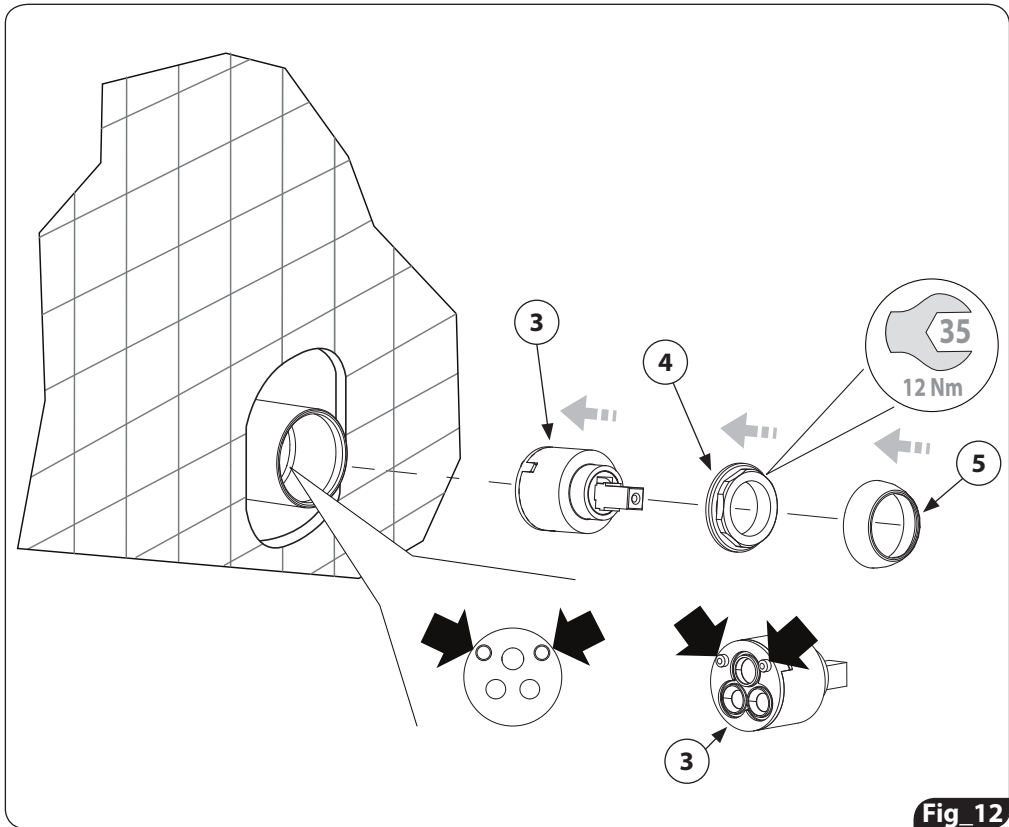
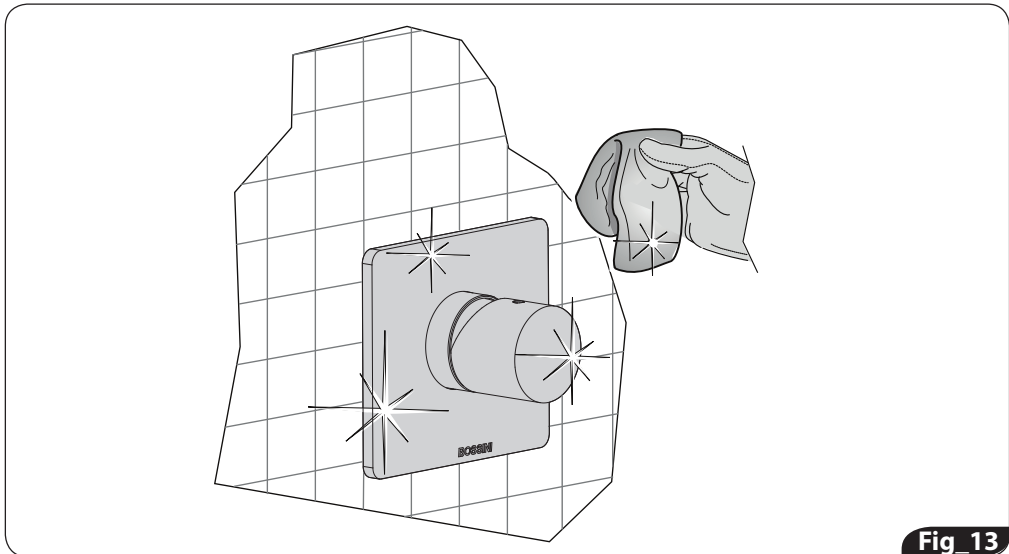

Fig. 12
Fig. 13
5. Inserire la nuova cartuccia miscelatore (3); prestando molta attenzione ai 2 pioli sporgenti dalla sua base; essi devono entrare nelle apposite sedi (Fig.12). Avvitare la ghiera (4) e serrare applicando una coppia di 12 Nm.
6. Avvitare la ghiera di copertura (5).
8. Posizionare la piastra di copertura (6).
9. Inserire la maniglia miscelatrice e di erogazione (7) tenendo il foro rivolto verso l'alto. Fissarla con l'apposito grano (8) ed inserire tappino (9).
10. Con un panno eseguire una accurata pulizia. (fig.13)
5. Insert the new mixing cartridge (3) paying attention to the 2 pins sticking out from the base; they must be entered in their specific seats (fig. 12). Screw the threaded ring (4) and clamp by applying a force of 12 Nm.
6. Screw the cover threaded bush (5).
8. Replace the cover (6).
9. Insert the mixing/on-off handle (7) keeping the hole pointed upwards. Fasten the handle by the specific threaded pin (8) and insert the cap (9).
10. Clean carefully with a cloth (Fig.13).